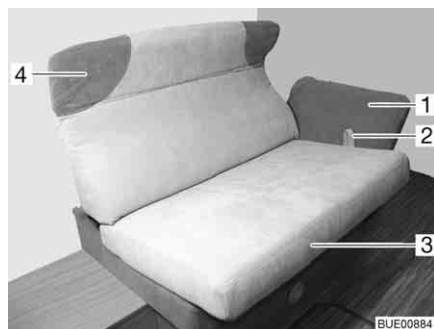

Bild 101 Inställning av den längsgående sittbänken
- Dra bandet (Bild 101,2) uppåt och dra försiktigt sittytan (Bild 101,3) på skeborna, dra till stoppläget i mitten.
Ställa in nackkudden: ■ Ta tag i nackkudden (Bild 101,4) med båda händerna och sväng upp eller ned det till önskat läge.
Ställa in armstödet: ■ Ta tag i armstödet (Bild 101,1) med båda händerna och sväng upp eller ned det till önskat läge.